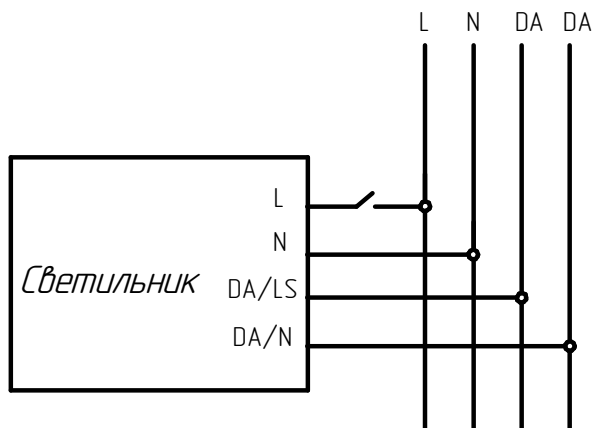

Рисунок 8 - Схема подключения светильника с управление ДВО59 к сети
5.3.3 Подключение светильника с функцией управления производить согласно схеме (см. рисунок 8), провода управления подключаются строго с соблюдением полярности, указанной в маркировке.
5.4.4 Подключение светильника с функцией управления производить согласно схеме (см. рисунок 8), провода управления подключаются строго с соблюдением полярности, указанной в маркировке.